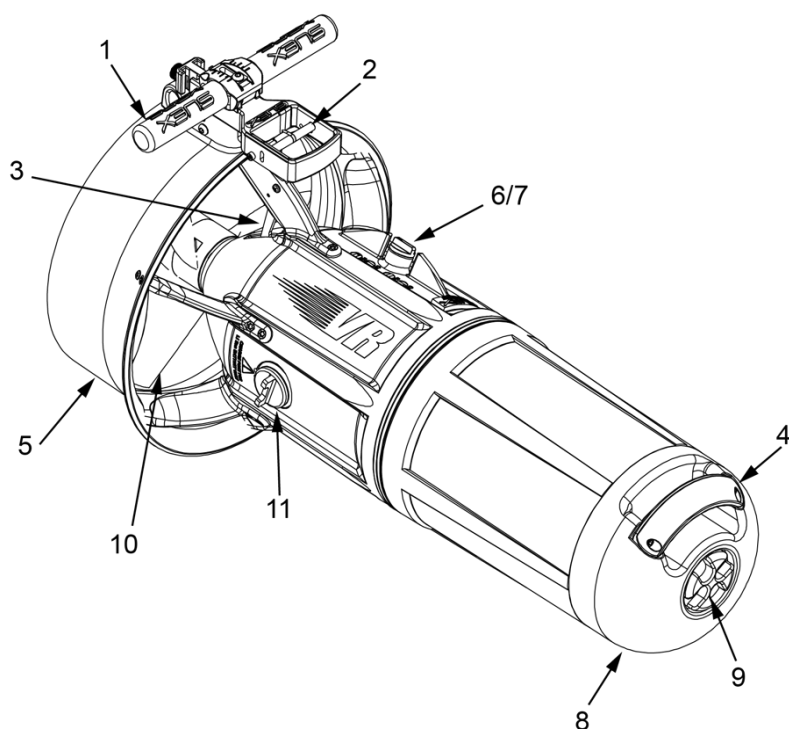

Fig 1 - Descrizione delle parti
Lo Scooter subacqueo VRX EVO 72327 è costituito da un corpo cavo perfettamente ermetico, dalla forma idrodinamica, (**Fig 1 - a pag. 6**), all'interno del quale sono alloggiati il motore elettrico, le batterie ricaricabili ed il riduttore di velocità necessari a muovere un'elica che fornisce una spinta propulsiva.
Frontalmente è presente una maniglia (4 - **Fig 1 - a pag. 6**) da utilizzare per la presa ed il sollevamento dello Scooter e il musone (8) la cui apertura dà accesso al vano batterie. L'apertura del musone è possibile ruotando in senso antiorario il pomello di chiusura (9)